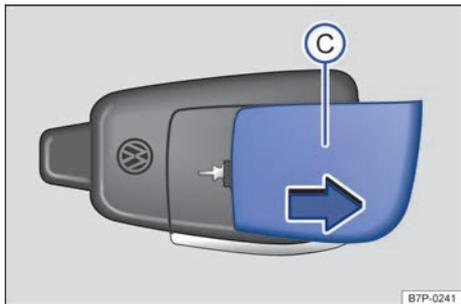

Fig. 217 Calefacción independiente: tapa de la pila del mando a distancia por radiofrecuencia.
- Retire la tapa de la pila en el sentido de la flecha → fig. 217 .